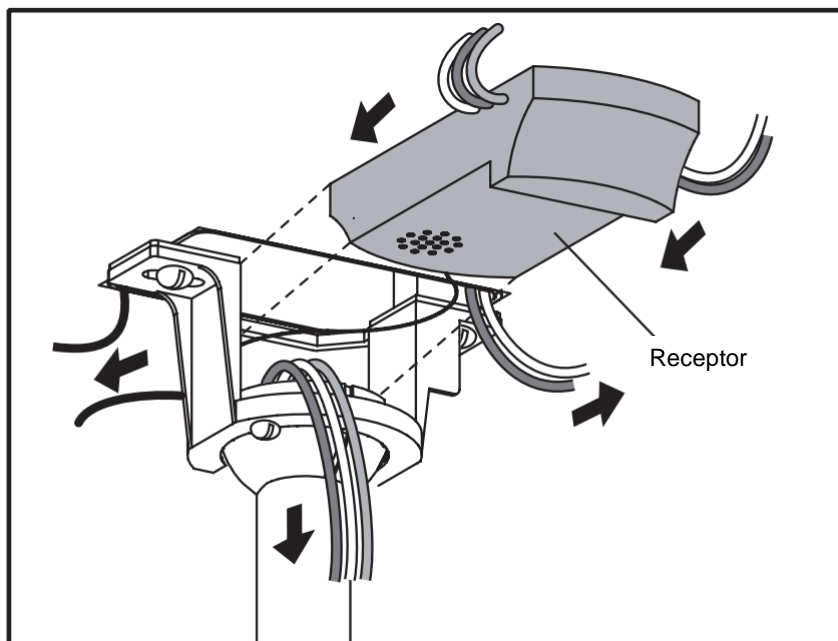

Fig. 12
12. Inserte el receptor remoto con cuidado sobre la bola de colgado en el espacio sobrante del soporte de armado. Tenga cuidado de no dañar o aflojar ninguno de los cables. **(Fig. 12)**